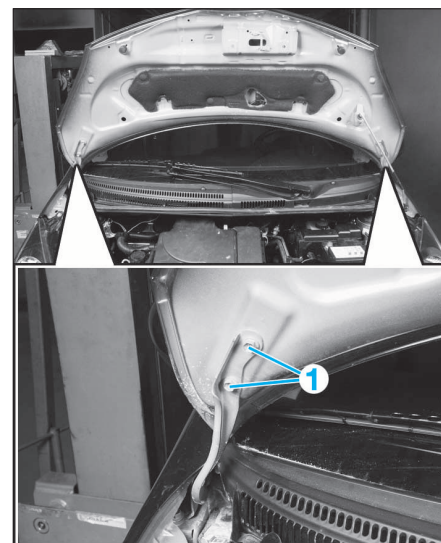

FIG. 20
- Déposer les vis de fixation (1) (Fig.20).